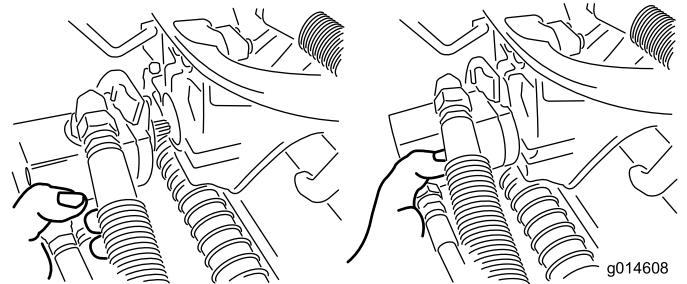

Figura 37
3. Mueva el motor al lugar de almacenamiento en la parte delantera del brazo de suspensión (Figura 37).